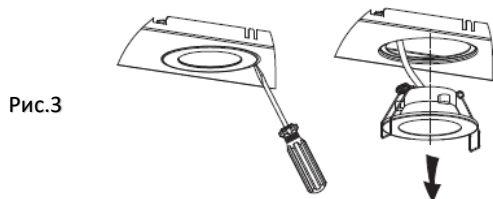

Рис.3
5. Нажмите на пружину, после чего можно снять блок лампы (рис.3).
3. Для оптимальной работы устройства не рекомендуется удлинять вытяжную трубу; ее изгиб должен быть отрегулирован, а соединение – герметичным (Рис. 3).